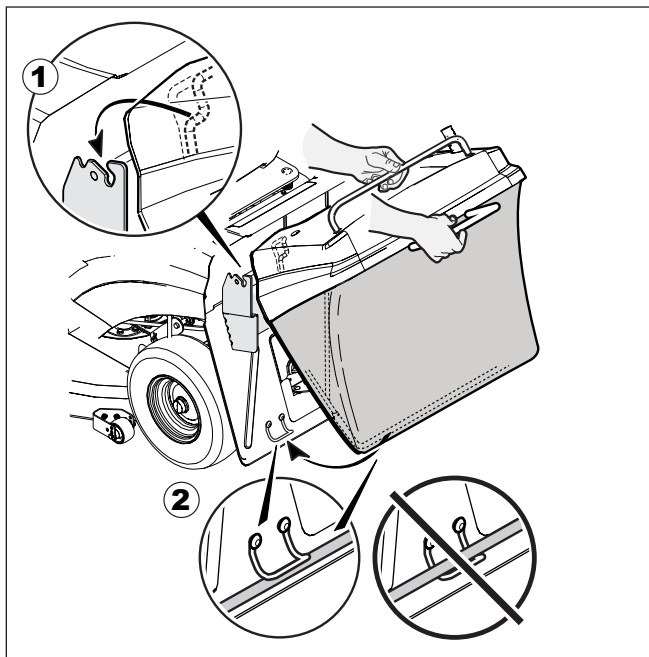

Figure 5
1. Montez le dispositif du sac à herbe sur les supports arrière de l'ensacheuse selon l'illustration (voir **Figure 5**).